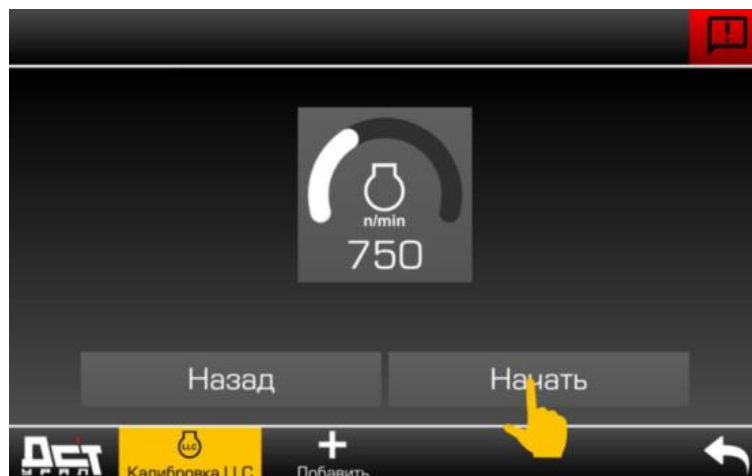

Рисунок 5.130. Вкладка «Калибровка LLC»
- Нажать кнопку «Начать», рис. 5.130.